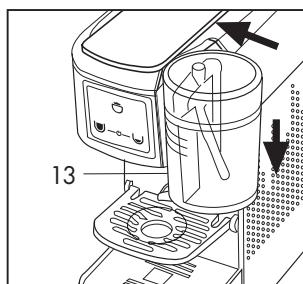

Fig. 19
Posizionare il bicchiere (13) nell'apposita sede sulla macchina spingendolo bene contro e fino in fondo. (**Fig. 19**)